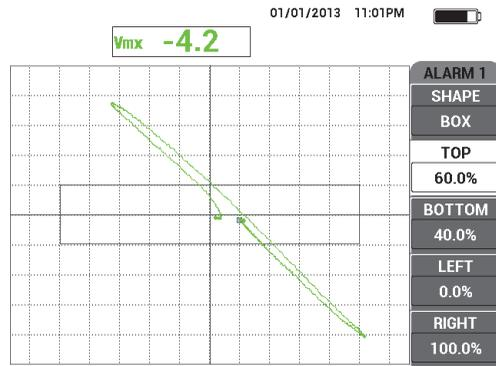

Figura 5-60 Señal después de la configuración
1. Según sus requisitos, ajuste los parámetros de alarma, pitido o pitido externo (indicador acústico más alto). Para obtener más detalles sobre las alarmas, consulte la sección «Menús de alarmas» en la página 322. Los parámetros de alarma que se muestran en la Figura 5-60 en la página 188 pueden ser usados como alarma de cuadro **NEGATIVE** (negativa).